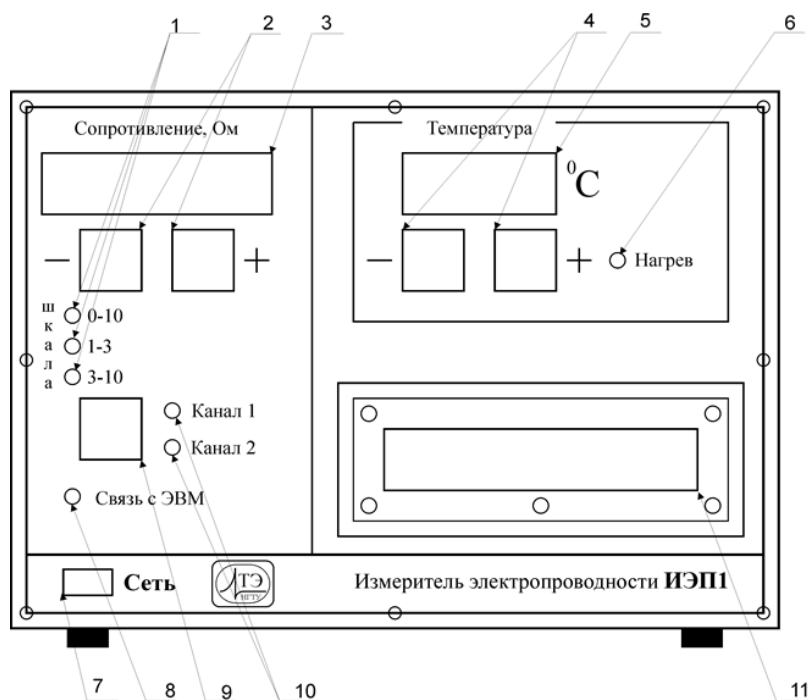

Рис. 5
Применяемый в приборе метод измерения сопротивлений основан на сравнении измеряемого сопротивления и образцового сопротивления с помощью операционного усилителя, охваченного глубокой обратной связью (рис. 5). В приборе имеются два диапазона измерений и используются две шкалы – линейная и обратно пропорциональная. Измерения сопротивлений в диапазоне  $10^2 \dots 10^6$  Ом проводятся по линейной шкале, а в диапазоне
Для включения прибора необходимо нажать кнопку 7 “Сеть” (рис. 5), при этом загорится индикатор результата измерения 3, индикатор выбора температуры 5, индикатор выбора канала 10.
Определение твердых диэлектриков проводят на плоских образцах с электродами, сформированными при помощи графитового покрытия. Используется система из трех электродов рис. 5: общего электрода  $1$ , измерительного канала  $1$  (нижний электрод), и измерительного канала  $2$  (кольцевой электрод).
1. Установите картридж в прибор. Включите кнопку 7 “Сеть” (рис. 5). При комнатной температуре измерьте объемное и поверхностное сопротивление. Для этого кнопкой 9 установите требуемый канал для измерения. Контроль выбора канала осуществляется с помощью индикатора 10. Объемное сопротивление отображается по каналу 1. Поверхностное сопротивление отображается по каналу 2. Кнопками 2 установите требуемый диапазон сопротивления.